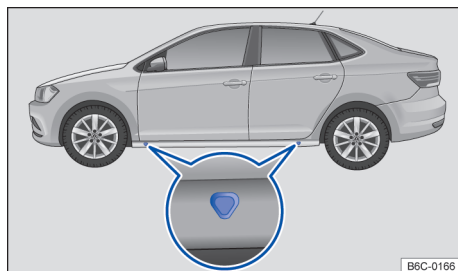

Fig. 167 Pontos de apoio do macaco.
O macaco somente pode ser posicionado nos pontos de apoio indicados (marcação na carroceria) → Fig. 167. É válido o ponto de apoio localizado próximo à roda correspondente → .
7. Procurar sob o veículo o ponto de apoio do macaco → Fig. 167, mais próximo da roda a ser trocada.